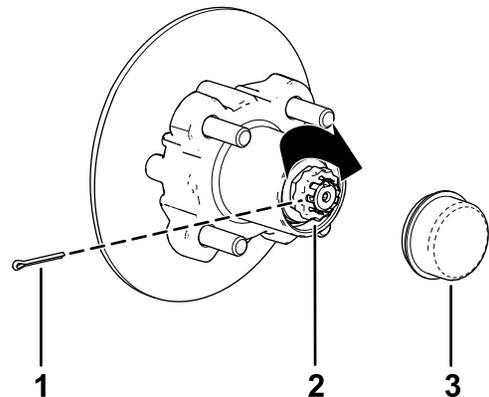

図 34
8. ナットの上からリテーナを取り付け、リテーナのスロットとスピンドルのスロットが整列しているかどうか確かめる 図 34。